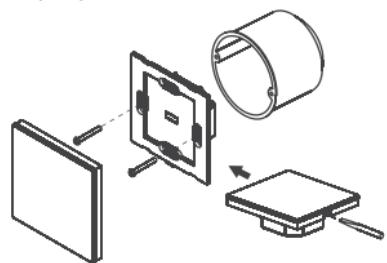

Рисунок 1. Установка панели.
- Аккуратно отделяйте лицевую панель от корпуса при помощи отвертки (Рис. 1).